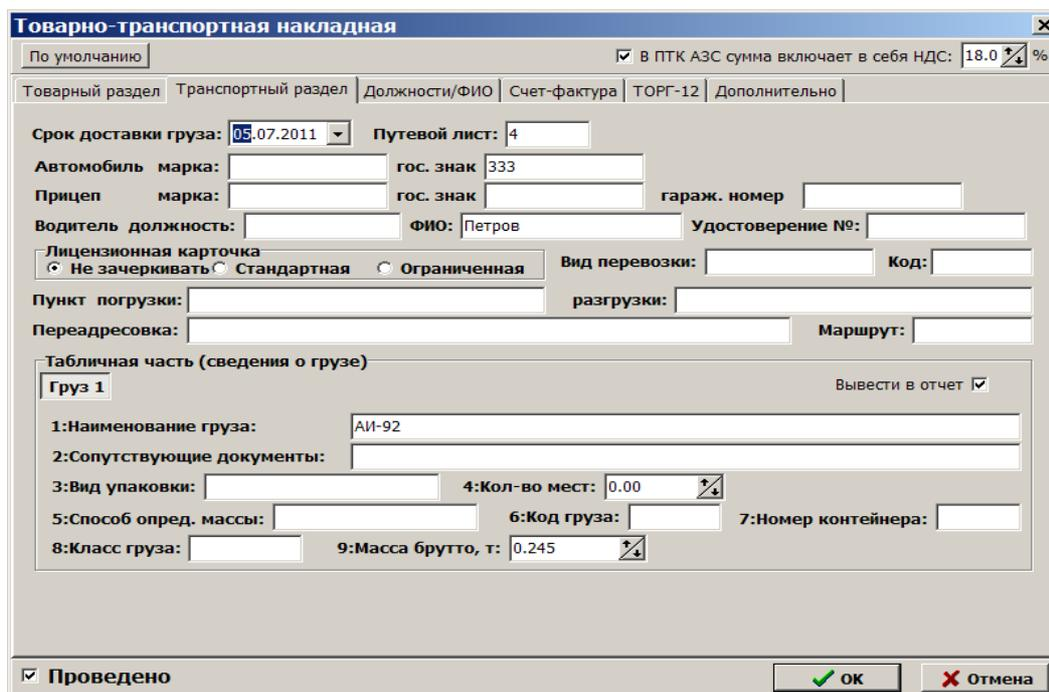

Рис. 65
Для создания полного отчета по ТТН заполните пустые поля в окнах рис.65,рис.66, рис.67 (закладки «Товарный отдел», «Транспортный отдел», Должности/ФИО) и нажмите кнопку «Ок» в каждом окне, для сохранения внесенных изменений.
**Внимание.** Если выставлена настройка «Запретить удаление и исправление проведенных ТТН», то проведенные ТТН (т.е. при создании ТТН в окнах рис.65,рис.66, рис.67 была выставлена настройка «Проведено»(поставлена «✓»)) удалять и исправлять нельзя.
Для создания и построения отчета по «ТОРГ-12» должны быть заполнены все пустые поля в окнах рис.65,рис.66, рис.67, рис.68, рис.69 и сохранены изменения нажатием кнопки «Ок» в каждом окне. Для построения отчета выберите в поле «Отчеты» «ТОРГ-12» и нажмите кнопку «Построить отчет». Для печати нажмите кнопку «Печать(F5)».